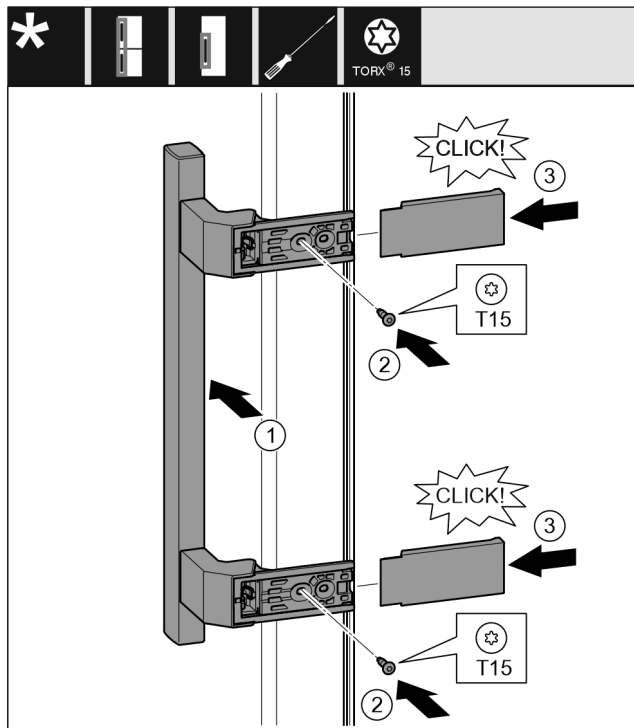

Fig. 11
- ▶ Установите ручку на противоположной стороне. Fig. 11 (1)
- ▶ Затяните винты отверткой T15. Fig. 11 (2)
- ▶ Установите крышки сбоку и надвиньте их. Fig. 11 (3)